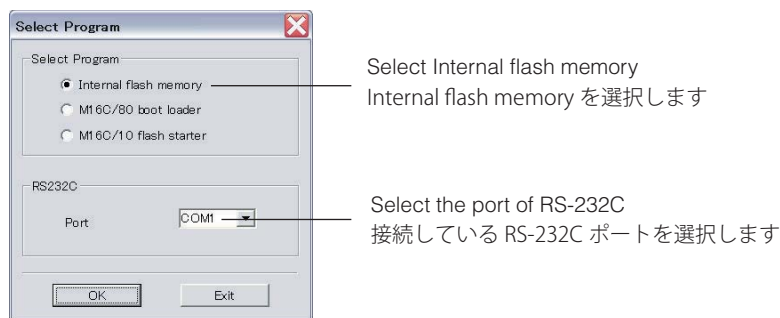

Fig. 5
3. Start up FlashSta.exe, the screen will appear as shown below. (Fig. 5)
すると下記の画面が表示されます。(Fig. 5)
4. Select the port and data to be transmitted. (Fig. 5)
4. 送信データ、ポートを選択します。(Fig. 5)